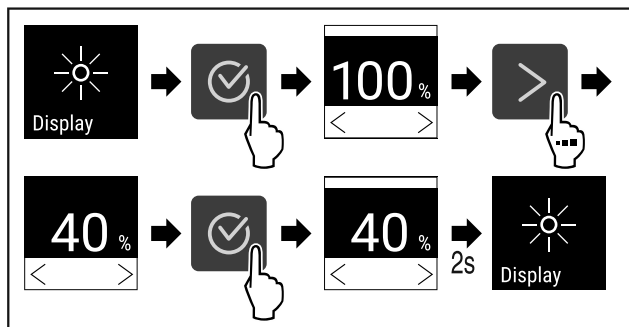

Fig. 101
- ▶ Izvedite zahtevane korake (glejte Fig. 101) .